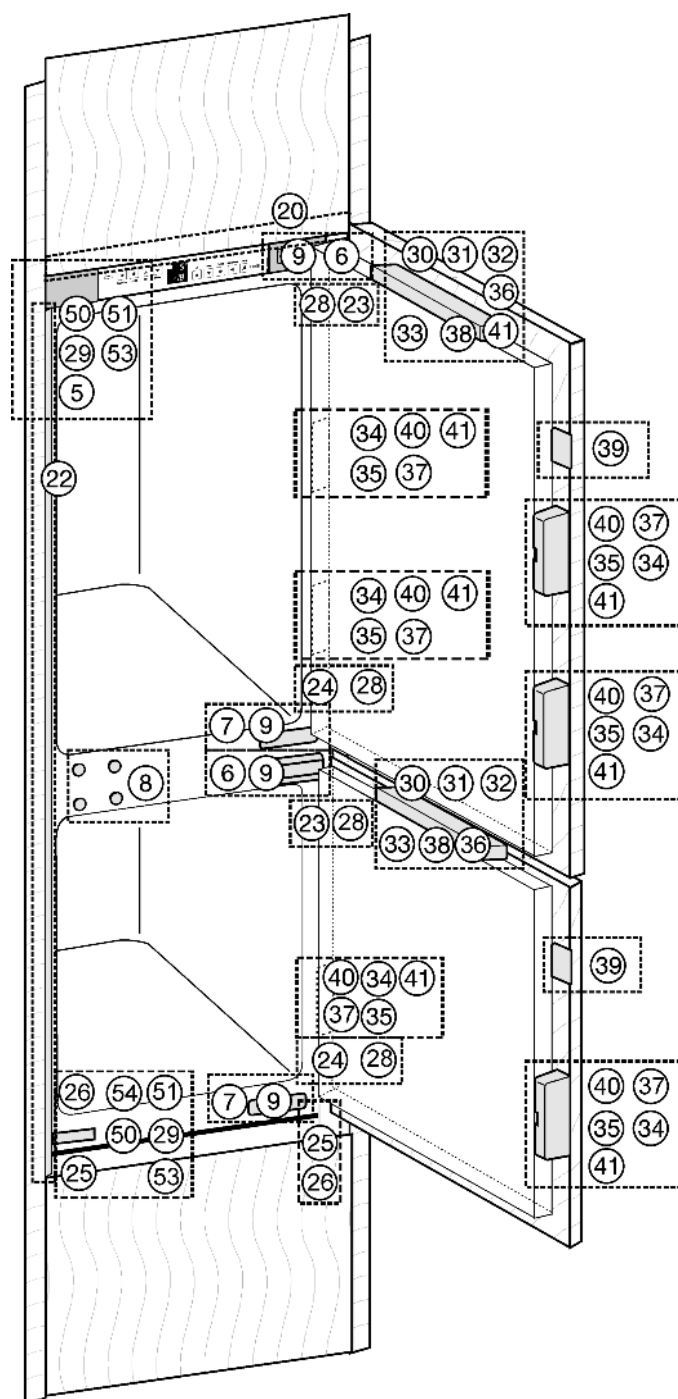
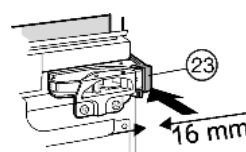
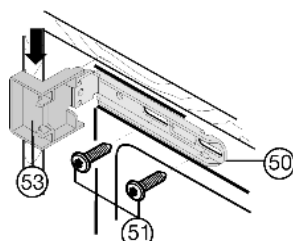
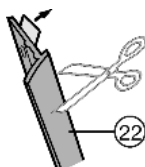

Fig. 8
Fig. 12
Fig. 13
Fig. 14
- Снимите крышки Fig. 8 (5, 6, 7).
- ▶ Защелкните распорный элемент *Fig. 12 (23)* на верхнем и распорный элемент *Fig. 8 (24)* на нижнем шарнире.
- ▶ Наденьте верхнюю и нижнюю крышку *Fig. 13 (53)* на крепежный уголок *Fig. 13 (50)*.
- ▶ Закрепите крепежный уголок *Fig. 13 (50)* сверху и внизу винтами *Fig. 13 (51)* так, чтобы уголок можно было немного двигать влево и вправо.
- ▶ Снимите защитную пленку с декоративной планки *Fig. 14 (22)*. Прикрепите декоративную планку *Fig. 14 (22)* со стороны ручки заподлицо с лицевой стороной к выступу крышки *Fig. 13 (53)* и наклейте на боковую стенку устройства.
- ▶ При необходимости укоротите декоративную планку *Fig. 14 (22)* внизу: Декоративная планка *Fig. 14 (22)* должна заканчиваться на 3 мм выше верхней кромки нижнего крепежного уголка *Fig. 8 (50)*.
- ▶ Вдвигайте устройство до тех пор, пока крышки *Fig. 13 (53)* не будут упираться *Fig. 13* в боковую стенку предмета мебели.
- ▶ Учитывайте конструктивный размер (глубину упорных элементов дверей). Выдвиньте шарниры и крышки *Fig. 13 (53)* на расстояние, соответствующее этому конструктивному размеру.
- ▶ Выставьте устройство прямо, регулируя опоры *Fig. 8 (25)* при помощи прилагаемого вилочного ключа *Fig. 8 (26)*.